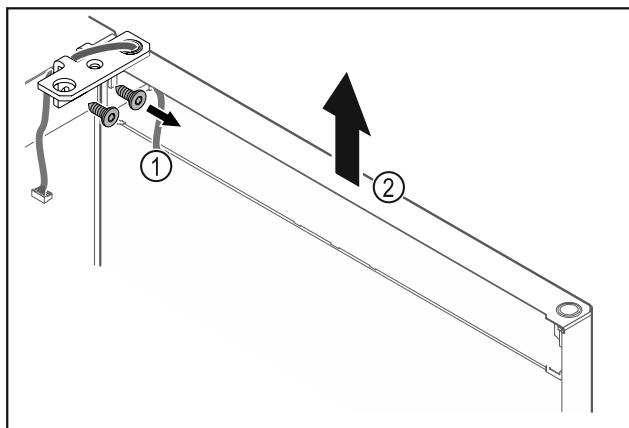

Fig. 15
- Dévisser l'équerre de la charnière Fig. 15 (1).
- Soulever la porte (équerre de charnière incluse) Fig. 15 (2) d'environ 200 mm (7.87 in) et la retirer.